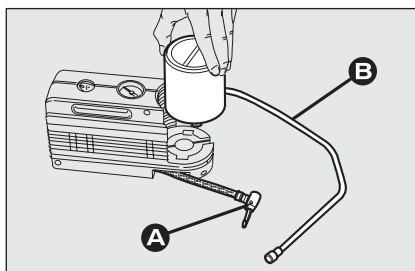

fig. 10
- ☐ débrancher le crabot **A**-fig. 10 ;